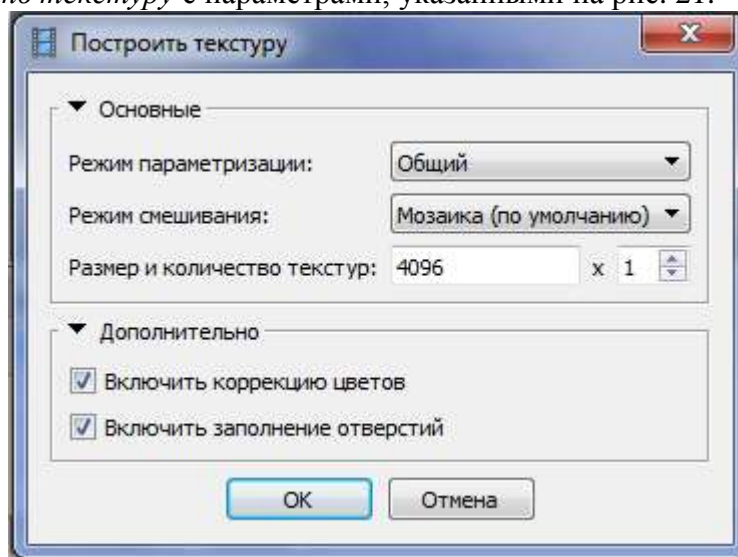

Рис. 21. Установка параметров для формирования текстуры модели
5. На последнем шаге нужно получить реалистичную текстурированную модель, т.е. «натянуть» на полигональную модель «кожу»-текстуру. Для этого вызывается команда *Обработка–Построить текстуру* с параметрами, указанными на рис. 21.